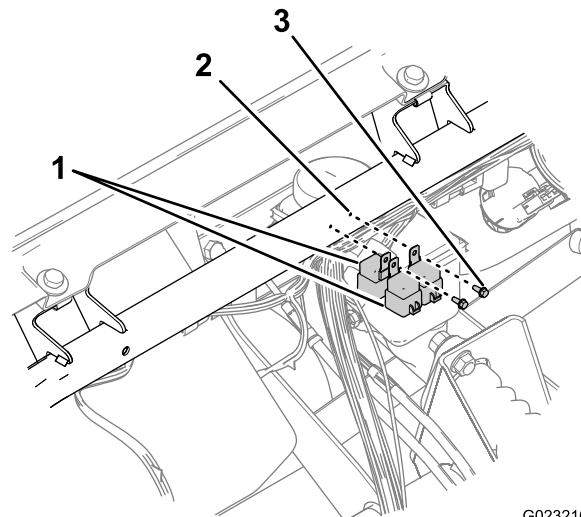

Figura 15
6. Prenda um relé no tubo de suporte com o parafuso (1/4 x 5/8 pol.) no furo que fez no local direito (Figura 15).
7. Alinhe 2 relés back-to-back (Figura 15).
8. Prenda os dois relés no tubo de suporte com o parafuso (1/4 x 5/8 pol.) no furo que fez no local esquerdo (Figura 15).